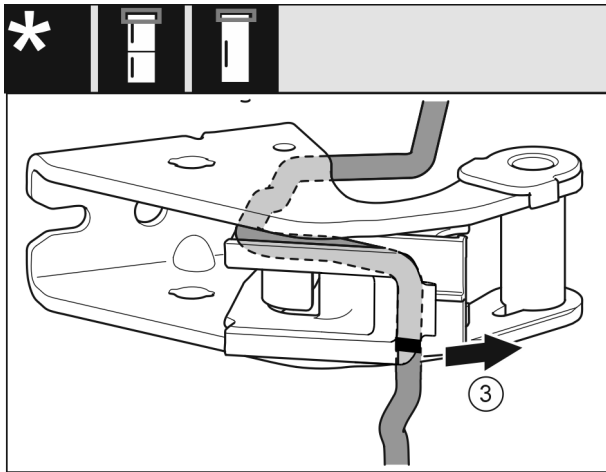

Fig. 27
- ▶ Demonter ledningen med ledningsholderen fra lagerbrakketten. Fig. 27 (3)